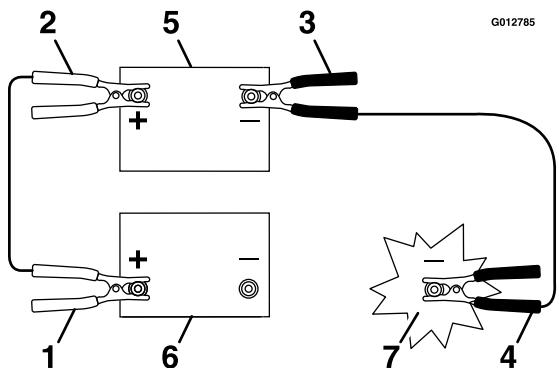

Figura 62
5. Conecte el cable positivo (+) al borne positivo (+) de la batería descargada que está conectado al motor de arranque o al solenoide, según se indica en Figura 62.